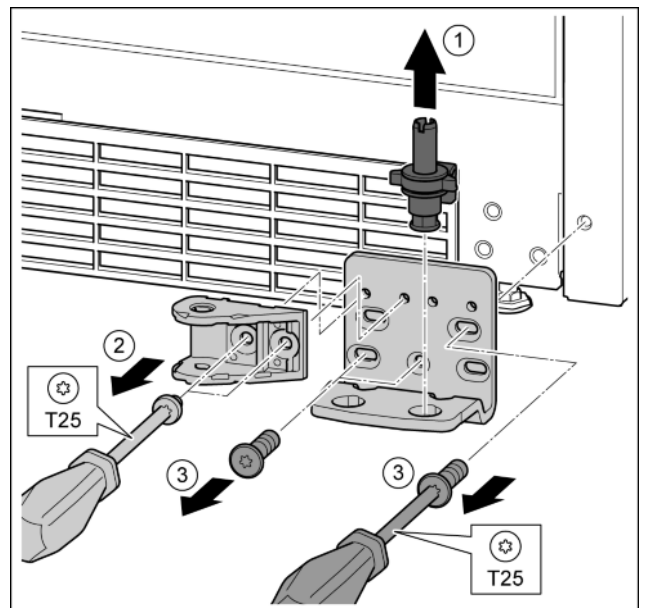

Fig. 30
- ▶ Lagerbolzen komplett nach oben herausziehen. Fig. 30 (1)
- ▶ Schrauben mit Schraubendreher T25 herausdrehen und Schließdämpferverbindung abnehmen. Fig. 30 (2)
- ▶ Schrauben mit Schraubendreher T25 herausdrehen und Lagerbock abnehmen. Fig. 30 (3)